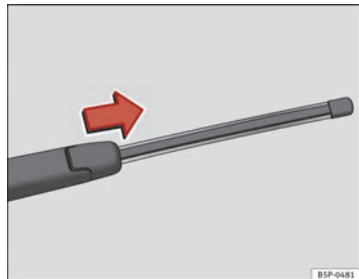

Fig. 149 Extraer la escobilla del limpiaventana
- Separe el brazo del limpiaventana de la luneta ⇒ fig. 149.
- Deslice el adaptador de la escobilla en la dirección de la flecha y retire la escobilla ⇒ fig. 149.